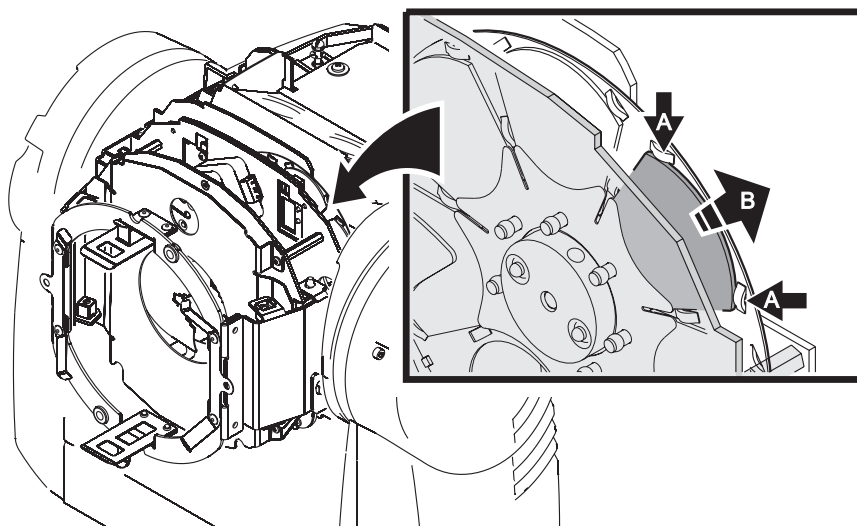

Figure 6
7. Un jeu de 6 gobos d'effets (P/N 62420250) est fourni avec le kit. Voir Figure 6. Pour installer un gobo d'effet, démontez un filtre de la roue de couleur en l'écartant délicatement de ses clips (A) et en le dégageant de la roue avec précaution (B).